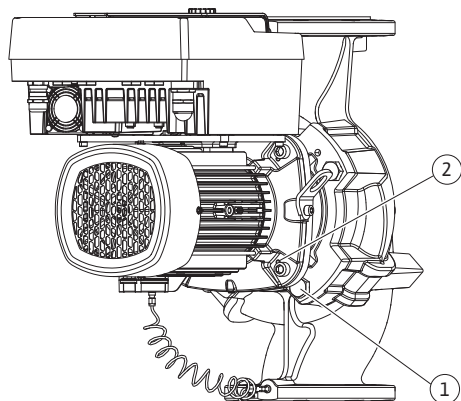

Fig. 104: Įstatomojo modulio nustūmimas naudojant sriegiams skirtas angas (atsižvelgiant į siurblio tipą)
23. Nuimkite įstatomąjį modulį nuo siurblio korpuso. Tam naudokite dvi gręžtines angas (žr. Fig. 104, poz. 1).
33. Naudokite dvi šalia esančias sriegines jungtis (Fig. 104, poz. 1), kad išstumtumėte įstatomąjį modulį iš siurblio korpuso ir tinkamus montavimo vietoje naudojamus varžtus (pvz., M10 x 25 mm).